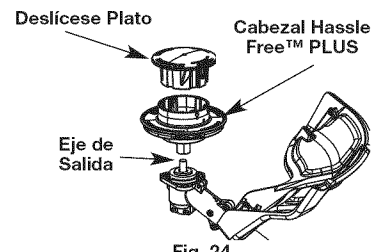

Fig. 24
3. Sujete la varilla de traba en su lugar sosteniéndola al lado del brazo de la unidad (Fig. 24).
3. Utilizando una llave de 13 mm (1/2 pulg.), hágala girar en sentido de las agujas del reloj para sacar la extensión y el cabezal de corte del eje de salida de la caja de engranajes. (Fig. 24)